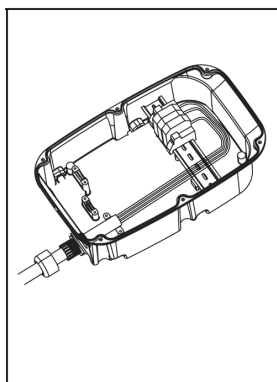

Fig. 16
- a3. Introduïu el cap de pressió al cable i, a continuació, passeu el cable a través del cos principal fins que quedi retengut (fig. 16).